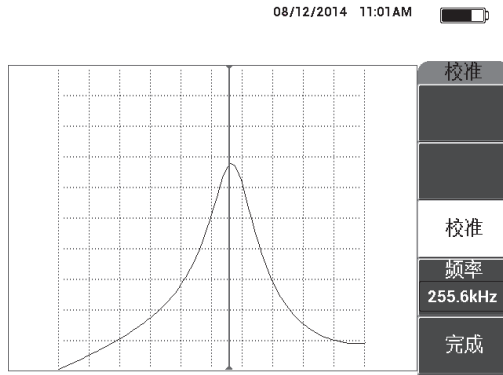

图 6-39 校准屏幕
6. 按**完成** (E 键) (参见第 140 页的图 6-39)。